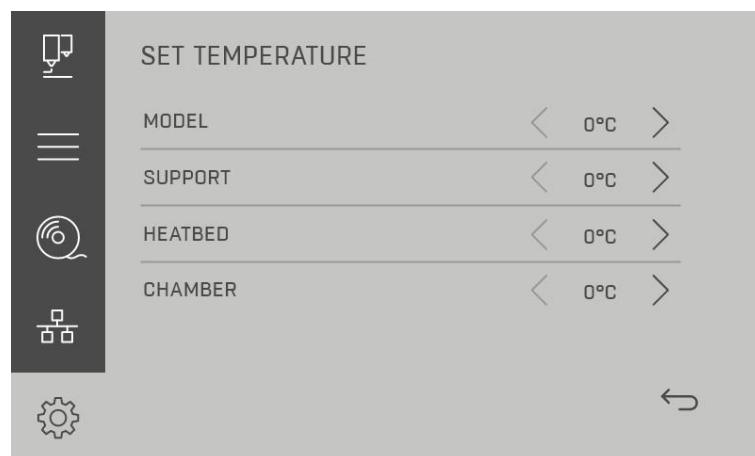

Рис. 49. Экран настройки температуры
**<Set temperature>** (Настроить температуру) – может использоваться для доступа к экрану настройки температур для хотэнда T0, хотэнда T1, подогреваемой платформы и рабочей камеры принтера (рис. 49).